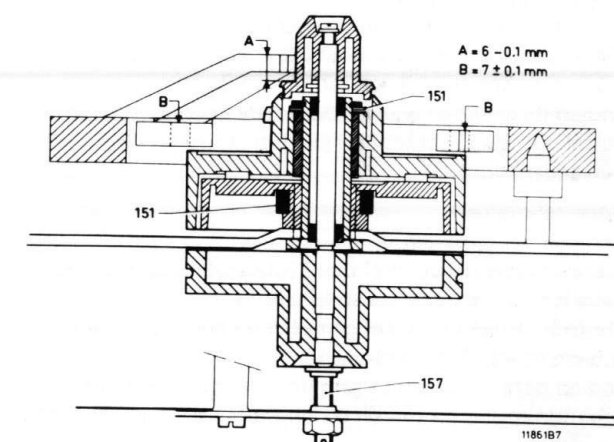

Fig. III-22
2.4.7. Spoelschotelhoogte (zie fig. III-22)**a. Onderste spoelschotel**